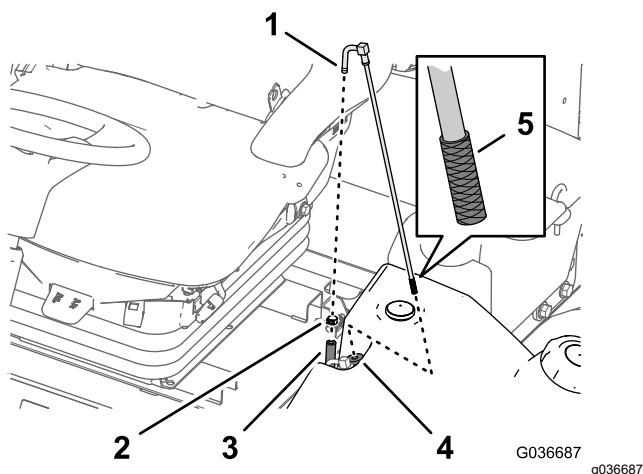

Figure 90
1. Retirez le collier qui fixe le flexible de carburant au raccord du tube d'aspiration (Figure 90).
2. Débranchez le flexible du raccord (Figure 90).
3. Soulevez et déposez le tube d'aspiration du réservoir de carburant (Figure 90).
4. Nettoyez les débris éventuellement présents sur la crépine au bout du tube d'aspiration de carburant (Figure 90).
5. Insérez le tube d'aspiration dans la bague de caoutchouc et dans le réservoir de carburant (Figure 90).